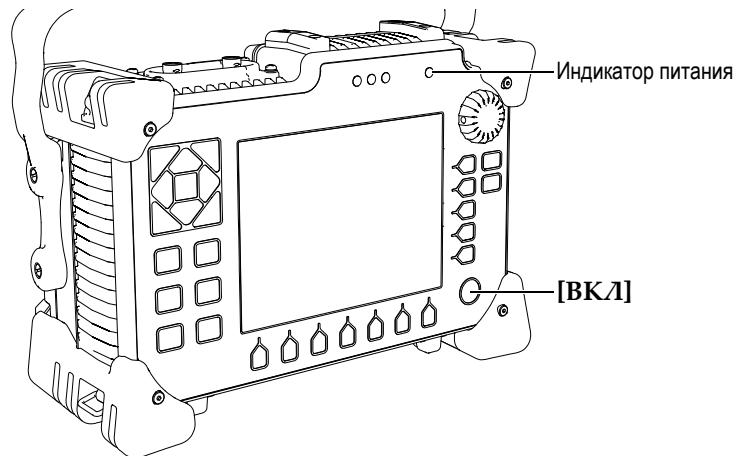

Рис. 2-1 Клавиша ВКЛ и индикатор питания EPOCH 1000
На Рис. 2-1 на стр. 40 показано, где находится клавиша ВКЛ и индикатор питания.
4. Включите EPOCH 1000, нажав кнопку ВКЛ на передней панели (см. Рис. 2-1 на стр. 40).
На передней панели загорится индикатор питания (см. Рис. 2-1 на стр. 40).